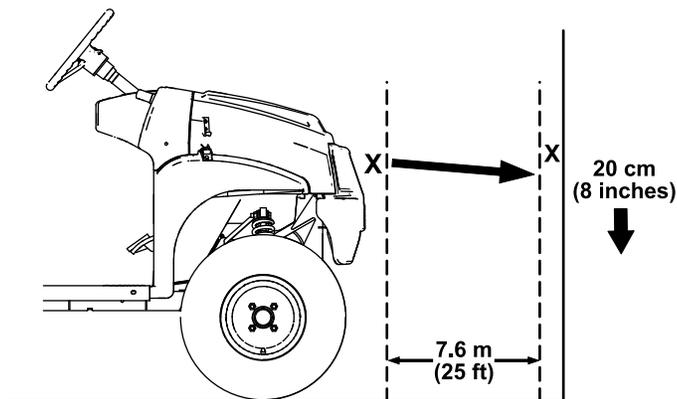

図 49
1. 平らな場所で、ヘッドライトを壁に向け、ライトと壁の距離が7.6 m 程度になるように駐車する **図 49**。
ヘッドライトのビームの最も明るい部分が、壁に付けた印の約 20 cm 下を照らしていればよい **図 49**。